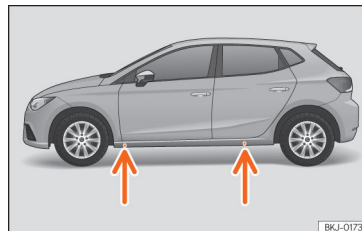

Fig. 38 Pontos de apoio do macaco.
• Procure na longarina a marca do ponto de apoio do macaco (zona afundada) mais próximo da roda a substituir »» **Fig. 38.**